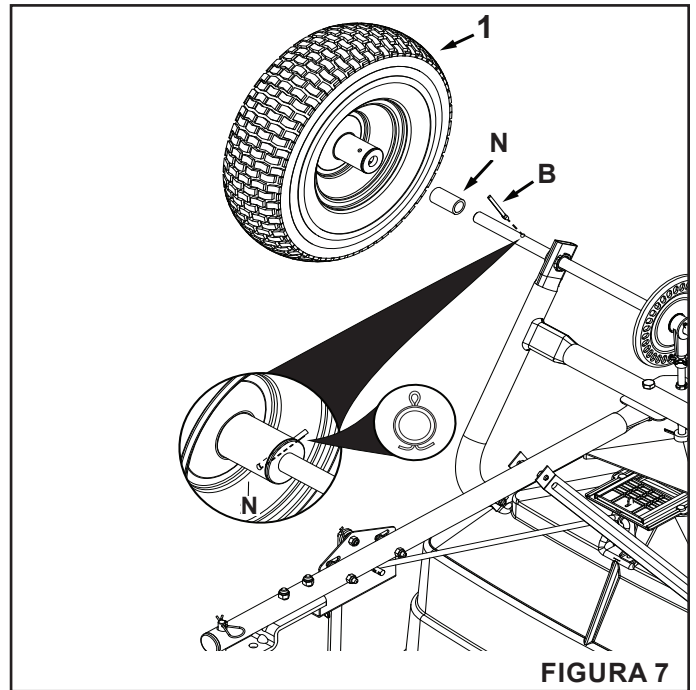

FIGURA 7
PASO 7: (VEA LA FIGURA 7)
- Fije una rueda al lado izquierdo del eje deslizando un separador (N) sobre el eje, seguido por una rueda (1). Asegure la rueda al eje usando un pasador de chaveta grande (B) a través de la rueda y del orificio en el eje. Doble los extremos del pasador para asegurarlo. Vea la figura 7.